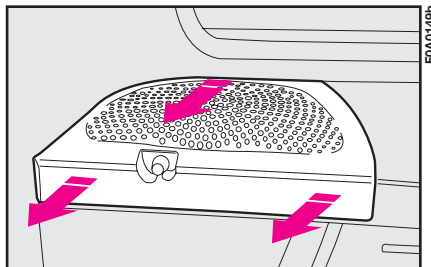
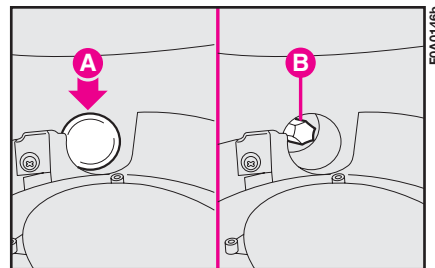

fig. 25
fig. 26
1) Dall'interno veicolo, rimuovere il coperchio in plastica **fig. 25** posto sulla sede dell'altoparlante inserendo il cacciavite sotto la plastica e facendolo scorrere parallelamente alla fessura in modo da far scattare i 2 sistemi di ritegno anteriori, tirare il coperchio in plastica parallelamente al piano di appoggio per far scattare il sistema di ritegno posteriore; successivamente rimuovere il tappo superiore in plastica **A-fig. 26** utilizzando il cacciavite in dotazione, in modo da rendere visibile il bullone di fissaggio **B** del gruppo ottico.